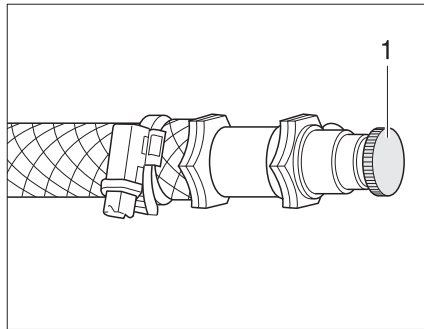

Fig. 165 Soupape de purge pour le chauffage à eau chaude
- Ouvrir la soupape de purge (Fig. 165,1) et la laisser ouverte, jusqu'à ce l'air soit complètement évacué du circuit.